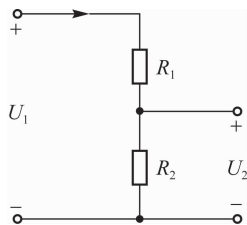
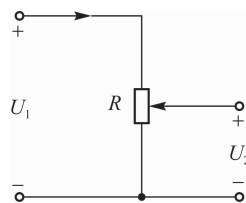

图 1-44 电阻分压器
图 1-45 电位器
**【例 1-15】** 图 1-44 表示一个电阻分压器,设输入电压  $U_1 = 50 \text{ V}$ , 电阻  $R_2 = 1.2 \text{ k}\Omega$ , 求输出电压  $U_2$  为  $12 \text{ V}$  时的  $R_1$ 。
若图 1-44 中电阻( $R_1 + R_2$ )用带滑动触头的电阻  $R$ (电位器)代替(见图 1-45),只要改变滑动触头的位置,就可以使电压  $U_2$  的数值在  $0 \sim U_1$  连续改变。在实际应用电路中,为了减少电源的数量,可以利用以上串联电阻的分压原理,很方便地得到各种所需要的电压等级。在指针式万用表中通过串联不同的分压电阻,可以使同一个表头测量不同的电压。